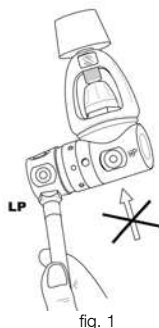

fig. 1
Tilslut lavtryksoppustningsslangen (LP) fra Power-oppustningsventilen eller A.I.R. 2 til en ubrugt LP-tilslutning på førstetrinnet, **der skal have samme gevind** (fig. 1).